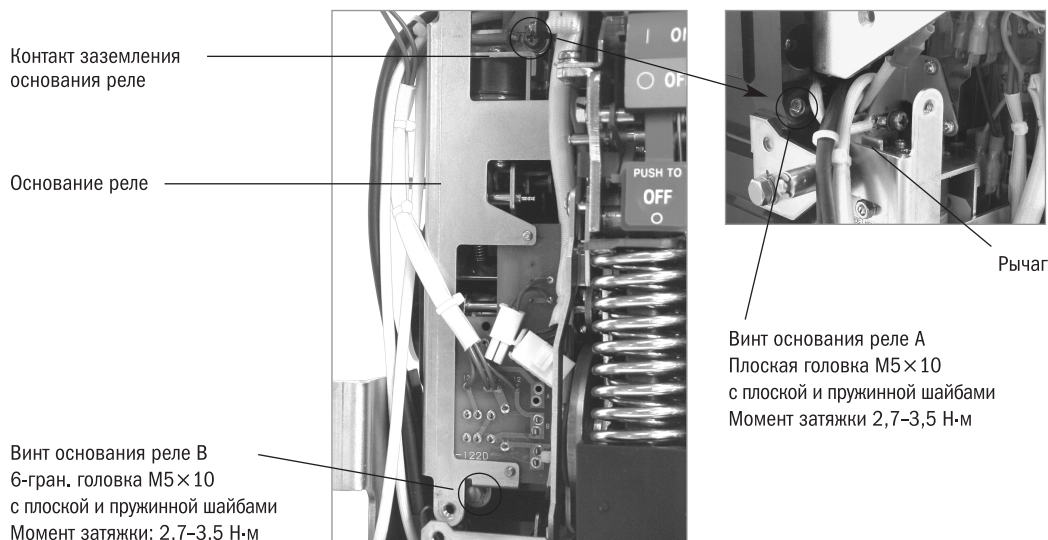

Рисунок 58. Основание максимального реле и смонтированные с ним детали
8) Отверните монтажные винты А и В основания максимального реле и поднимите его, для того чтобы отсоединить от других деталей. Затем удалите основание и положите его на верхнюю поверхность корпуса выключателя (рисунок 58).